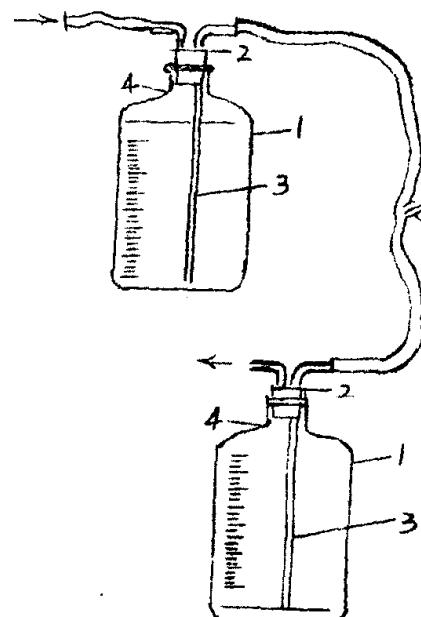

图14. 双瓶吸引器
1. 双瓶法：此法适用于较长时间的采样，采样量大，以及采样速度较慢，而现场无电源的场合，装置见图14。利用液位差进行抽气，将两只5升具有容积刻度的大玻璃瓶，将一瓶放满水至刻度以上，置于高处，另一瓶放在低处，两个瓶子接上橡皮管将低处瓶子的一端玻璃口，用口吸气，使水从高处瓶流至低处瓶，形成虹吸，将吸引空气的速度通过速度而改变，可用连接二瓶的橡皮管螺旋来调节，速度自1~5升/小时改变到50~60升/小时，范围最大可达1.5~3升/分。